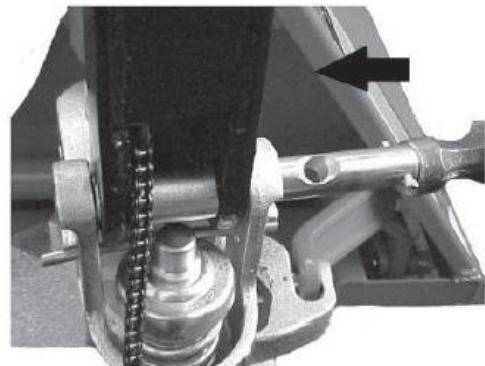

Fig. 4
- a) Insérez le bras du timon (1) dans le piston de la pompe, puis utilisez un marteau pour insérer l'axe avec le trou dans la pompe hydraulique et le bras du timon (Fig. 4).